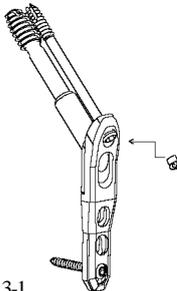

図 3-1
- 1) つば付きプレート (ショート), (ロング) のつば穴に挿入された 6.5 キャニューレイトッドキャンセラスクリューのヘッドドライブ部にアダプタを設置して下さい。(図 3-1) [以降はケーブル使用方法 (2-1. (3) 以降) を参照して下さい。]